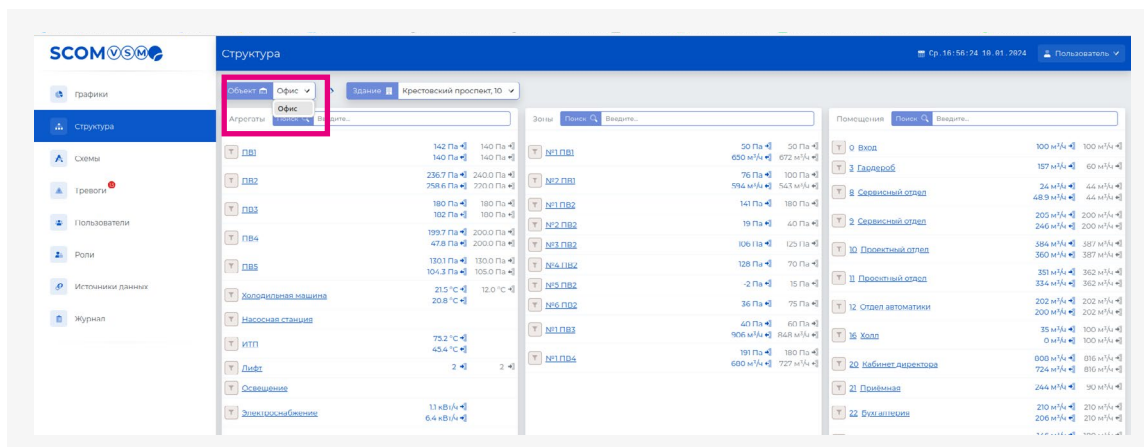

Рисунок 6. Выбор объекта и здания
2. Выпадающие списки для выбора объекта и/или здания (см. рисунок 6).